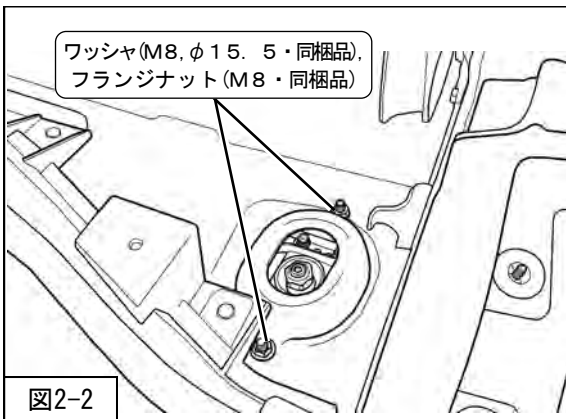

図2-2
- 3. フランジナット (M8・同梱品) (締付トルク：20N・m) ワッシャ (M8, φ15, 5・同梱品) を取付けてください。(図2-2)